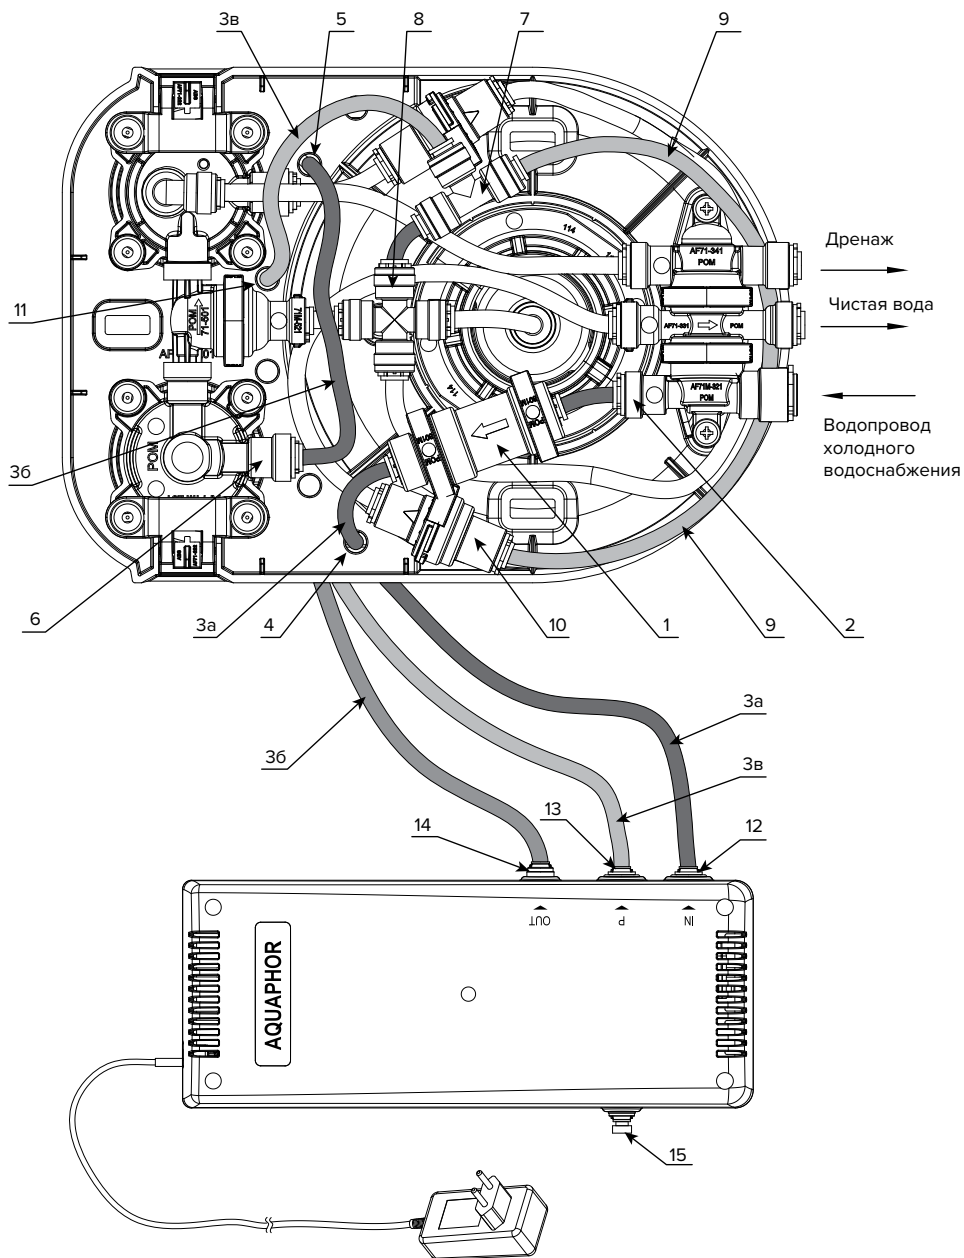

Рисунок 6. Схема подключения КПД к автоматам питьевой воды Аквафор DWM-70S и DWM-70
## ПОДКЛЮЧЕНИЕ КПД К АВТОМАТУ ПИТЬЕВОЙ ВОДЫ АКВАФОР DWM-70S И DWM-70 (рис. 6)
- Установите в выходной штуцер реле высокого давления заглушку (15) (входит в комплект поставки КПД).
- Отсоедините трубку, входящую в комплект DWM, от штуцеров (2) и (6).
- Отсоедините трубку (9) от штуцера (8) крестовины.
- Подключите собранный редуктор трубкой (1), входящий в комплектацию КПД, к штуцеру (2). Убедитесь, что направление стрелки на корпусе редуктора соответствует показанному на рис. 6. После чего трубку JG (in) (3а) проденьте в технологическое отверстие (4) в консоли, затем подсоедините к свободному выходу редуктора (1) другой конец трубки подсоедините к штуцеру (12) КПД.
- Трубку JG (out) (3б) проденьте в технологическое отверстие (5) в консоли, затем подсоедините к штуцеру (6) другой конец подсоедините к штуцеру (14) КПД.
- Подключите собранный тройник с трубкой (7), входящий в комплектацию КПД, к штуцеру крестовины (8). После чего трубку JG (9), входящую в схему DWM и выходящую из обратного клапана (10), подключите к тройнику (7).
- Один конец трубки JG (3в) (входит в комплектацию КПД), предварительно продев его в технологическое отверстие (11) в консоли, подключите к свободному выходу тройника (7). Второй конец трубки подключите к штуцеру (13).
- Закройте крышку DWM. Проверьте, установку заглушки (15) в одиночный штуцер КПД (рис. 6). Заглушка должна быть вставлена в штуцер до упора и зафиксирована клипсой (рис. 2а).